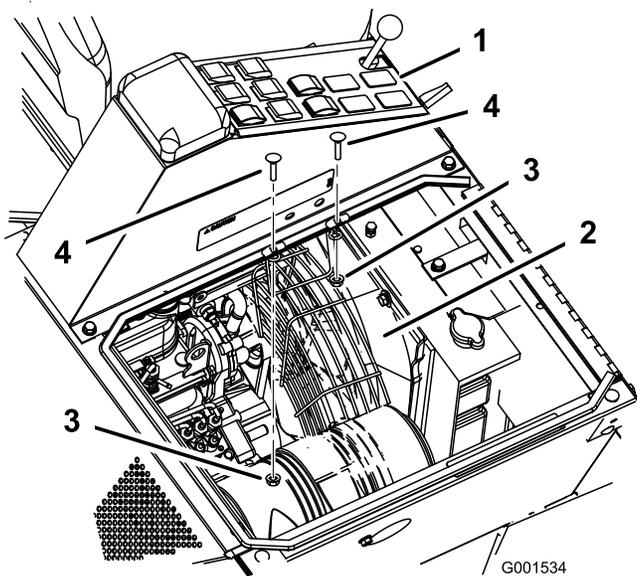

Bild 1
2. Entfernen Sie die zwei Schrauben und Muttern von der Mittelkonsole (Bild 1).
3. Positionieren Sie die Schutzvorrichtung unterhalb der Mittelkonsole und über dem Kühler (Bild 1).
4. Bringen Sie die Kühlerschutzvorrichtung an der Mittelkonsole mit den vier Schlossschrauben &Bolts5_16x3_4 sowie den vier Bundmuttern &Nut5_16 an; (Bild 1).